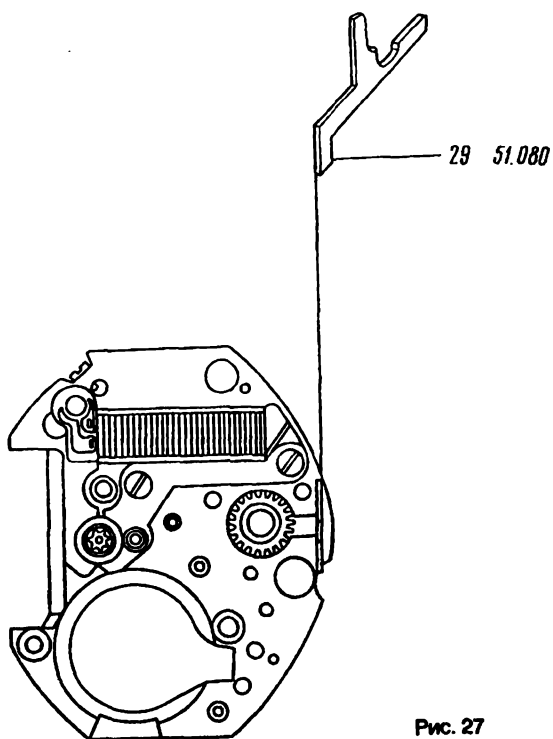

Рис. 27
31. Вынуть пластину 29 (рис. 27)